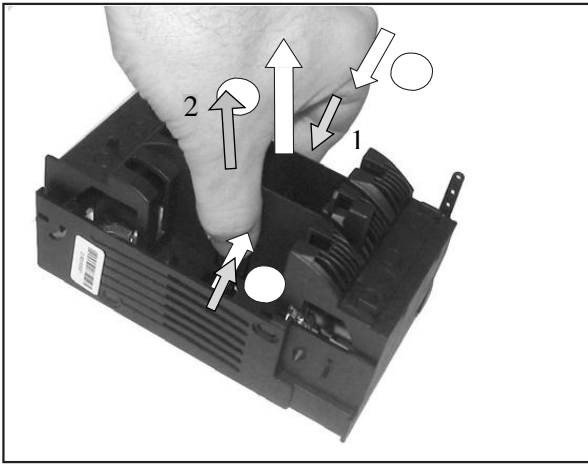

Рис. 5.2
- Ⓑ тримаючи перегородки екрану стиснути витягнути екран затискачів з основи апарату (Рис. 5.2, 5.3)